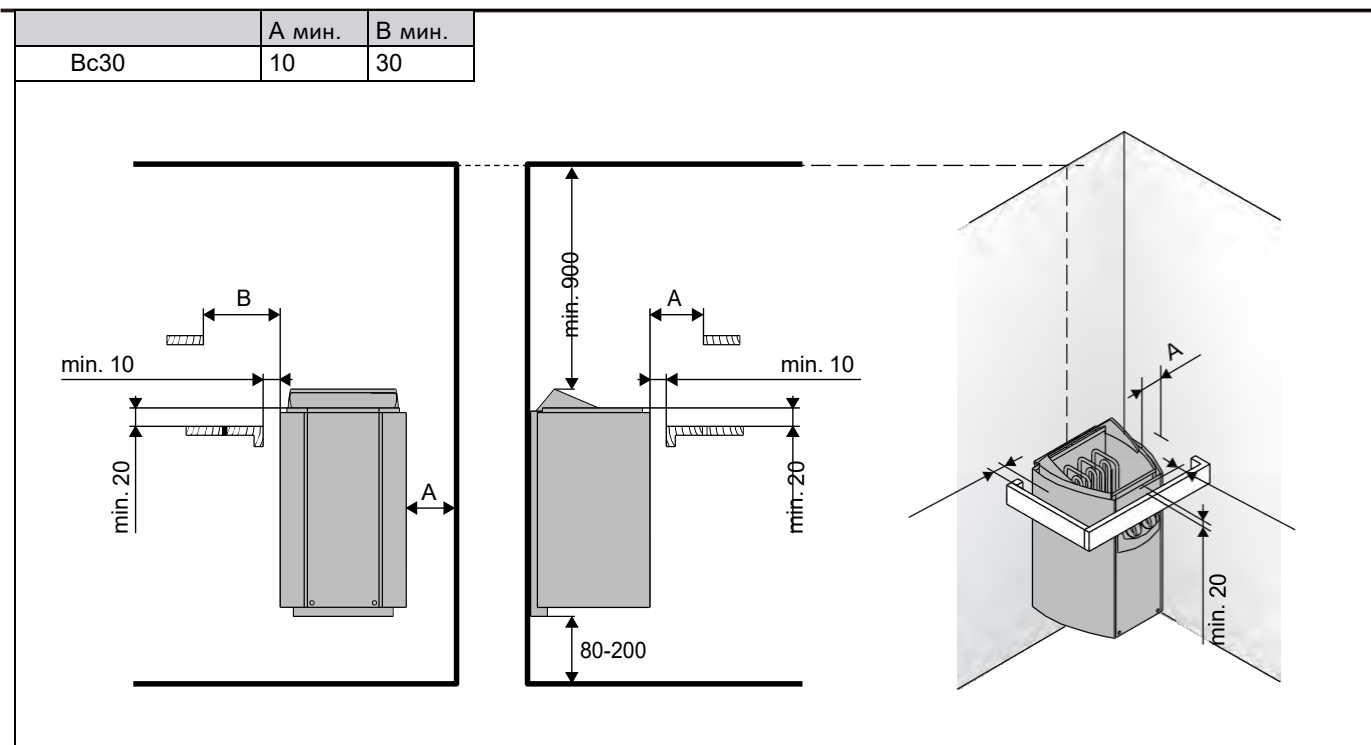

Рис. 3. Безопасное расстояние (все размеры указаны в мм)
- Расположение нагревателя отвечает минимальным требованиям относительно безопасного расстояния (см. рис. 3 и табл. 2)